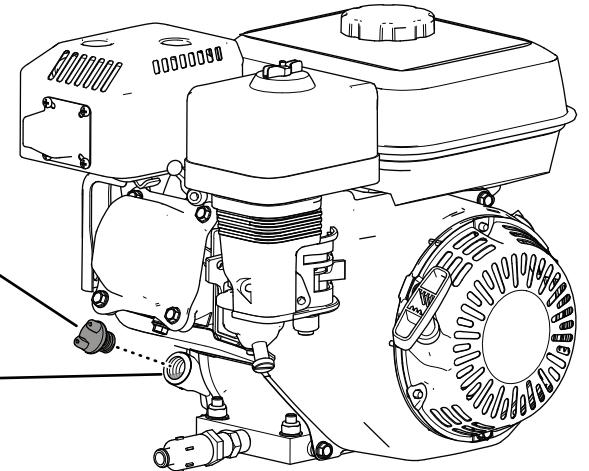

Figura 28
- Limpe a zona em torno do tampão de enchimento de óleo (Figura 28).